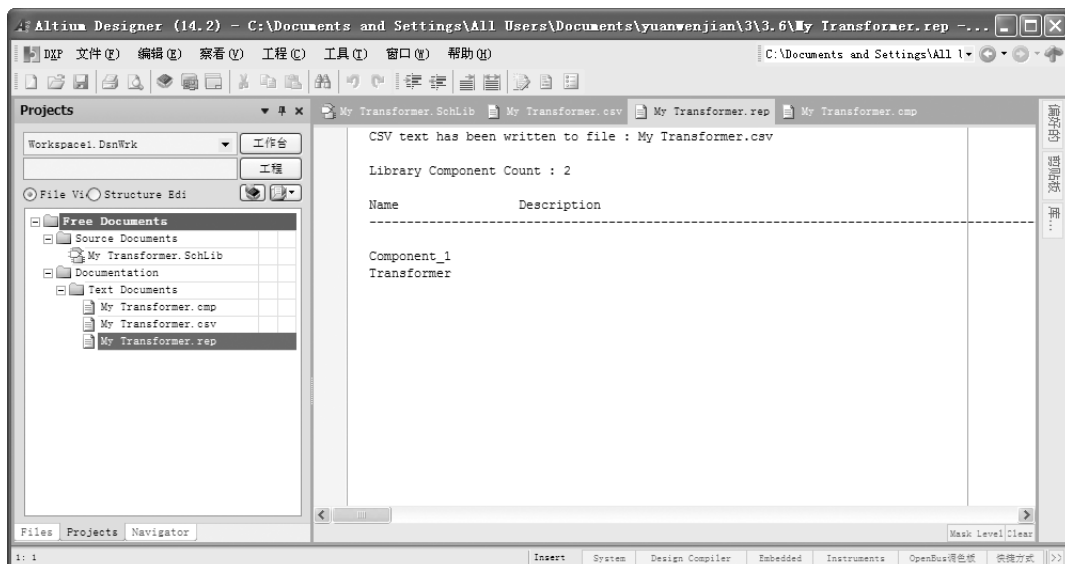

图 11-56 元器件库报表 1
- 2) 选择菜单命令“报告”→“库列表”，系统将自动生成该元器件库的报表，分别以“.rep”、“.csv”为后缀，分别如图 11-56、11-57 所示。